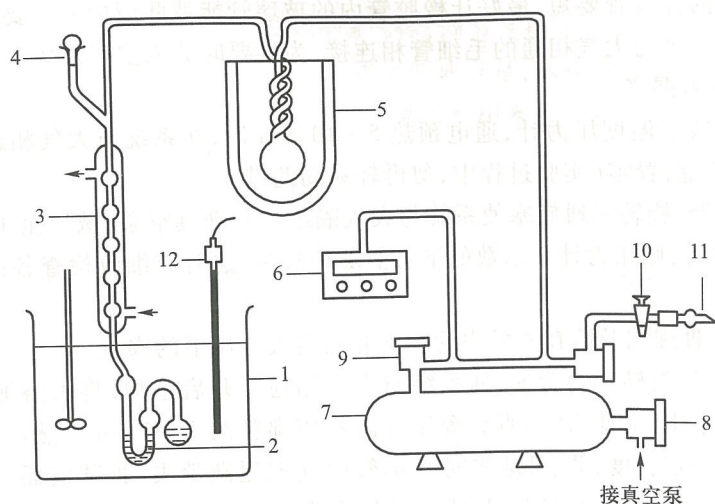

图 5-3 静态法测定液体蒸气压装置示意图
1. 实验测量装置如图 5-3 所示。向装冷阱的杜瓦瓶内加入冰水。取下加料口 4 的磨口塞,用滴管向等压计内加入无水乙醇,再用洗耳球挤压进样品池内,使其中的无水乙醇约为样品池的 4/5 即可,盖好磨口塞。